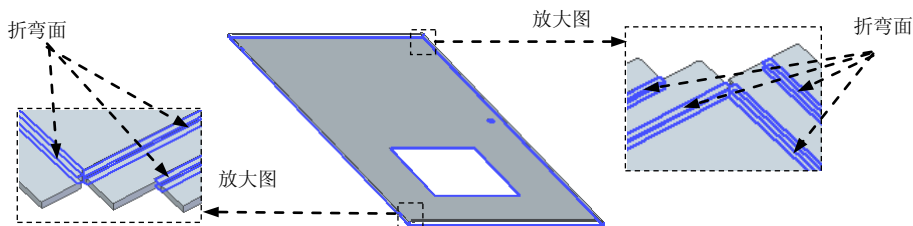

图 8.13.282 选取折弯面
(3) 定义倒角属性。在“倒角”命令条中单击“+”按钮,在“折线”文本框中输入值 1,单击鼠标右键(两次)。
(4) 单击“完成”按钮,完成特征的创建。
Step19. 创建图 8.13.282 所示的重新折弯。
(1) 选择命令。在“主页”功能选项卡的“钣金”工具栏中单击“折弯”后的小三角,选择“重新折弯”命令。
(2) 选取折弯。在系统“单击要修改的折弯”的提示下,选取图 8.13.282 所示的 7 个折弯面,单击鼠标右键(两次)。
(3) 单击“完成”按钮,完成特征的创建。